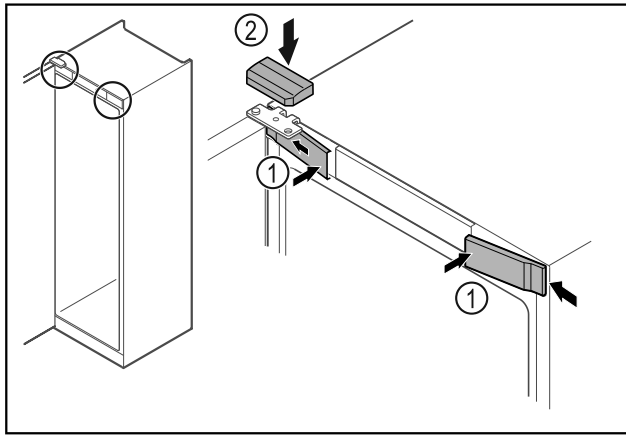

Fig. 67
- ▶ Vordere Abdeckungen Fig. 67 (1) seitlich einhaken und aufrasten.
- ▶ Obere Abdeckung Fig. 67 (2) von oben aufrasten.